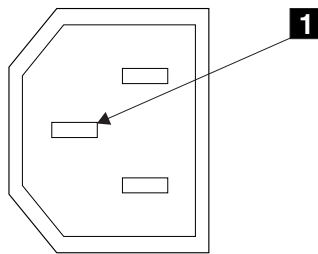

図2. 接地ピン
6. SAN ボリューム・コントローラーのフレームと各主電源コネクタの接地ピン(図2の¹)の間の導通を検査します。